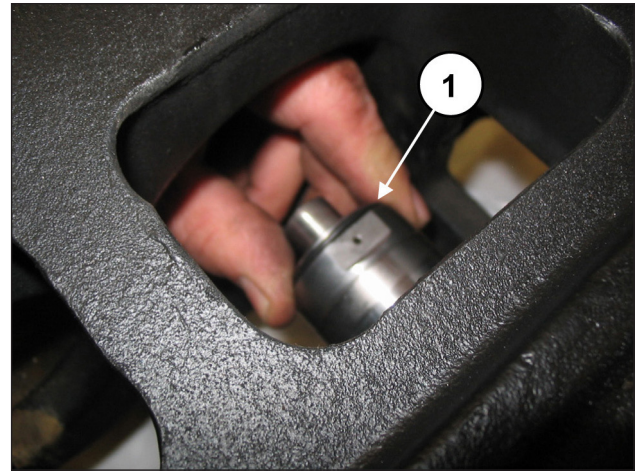
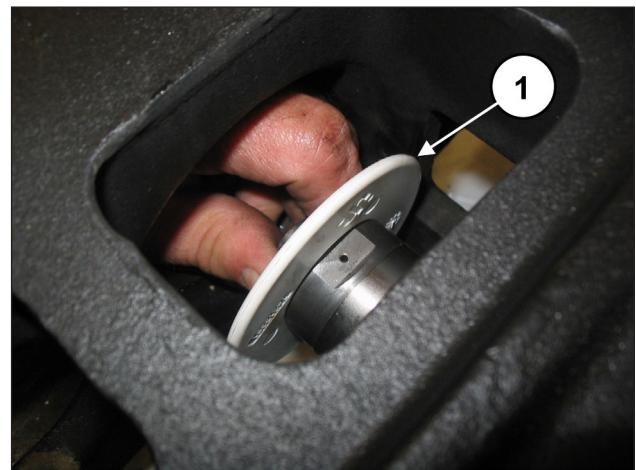

Abb. 162
Abb. 163
Eichen Sie die Schrauben mit einem Drehmomentschlüssel, wie in Kapitel 3 gezeigt. Montieren Sie den Spritzschutz samt O-Ring in die Aufnahme an der Kolbenführung (Pos. ①, Abb. 162 und Abb. 163).